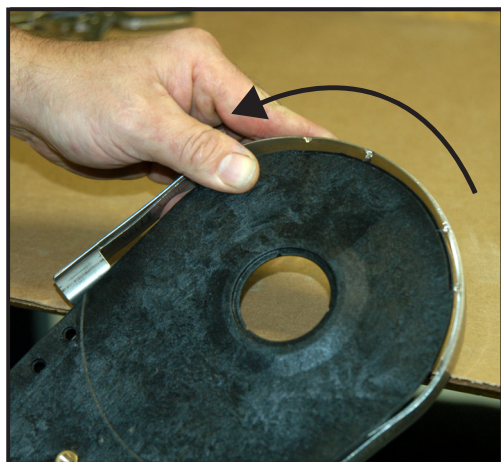

Figura 19
5. Ajuste manualmente la herradura alrededor de la curva de la placa lateral de la transmisión (*Figura 19*).